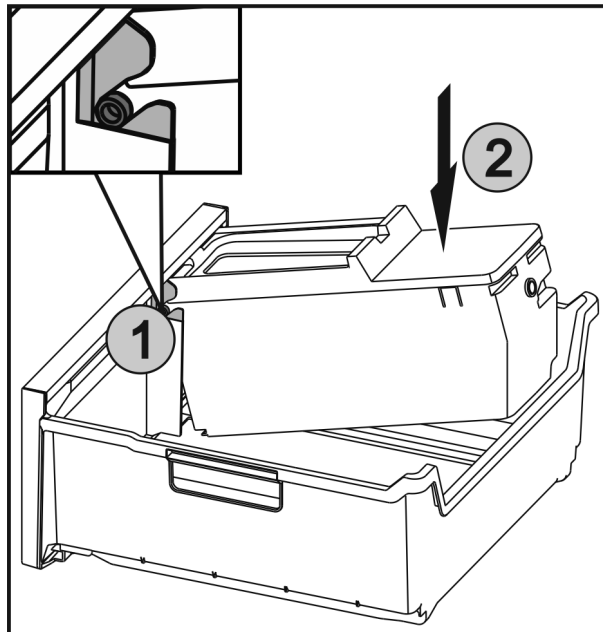

Fig. 41
- ▶ Zasuňte osy Fig. 41 (1) na EasyTwist-Ice do vedení a zatlačte zadní stranu Fig. 41 (2) tak, aby západka zaklapla.